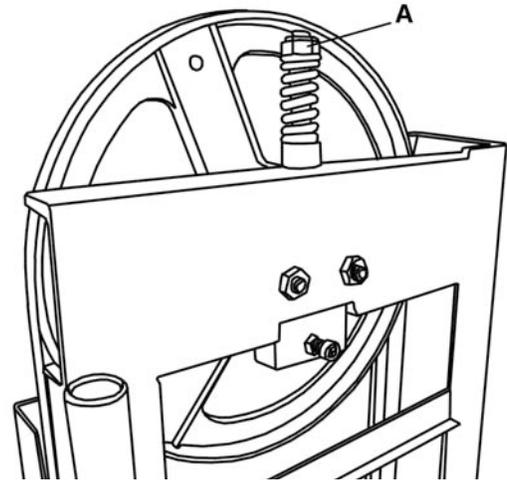
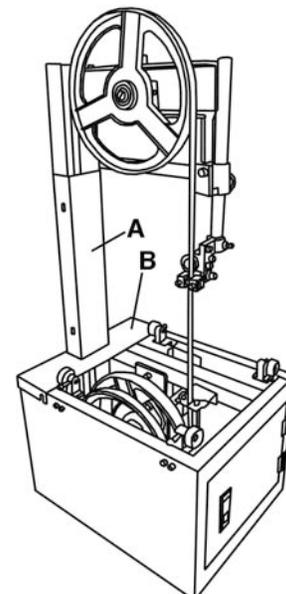

FIGURE 18
FIGURE 20
Pour tensionner la lame, enlevez le couvercle de la lame supérieur et tournez l'écrou de tension (A) Fig.18 dans le sens horaire pour augmenter la tension de la lame ou dans le sens antihoraire pour diminuer la tension de la lame. La tension appropriée est obtenue une fois il y a une déviation de 1/4" dans la lame.
Pour gagner l'accès à la lame et l'enlever, le couvercle de roue supérieur, l'assemblée de la table entière, la courroie en V, le protecteur de lame et les gardes en acier inoxydable (A et B) Fig.20 doivent être enlevés de la scie à ruban. Éloignez les blocs de guide et les plaques de guide de la lame donc il est plus facile d'enlever et/ou installer la lame. Libérez la tension de la lame en tournant l'écrou (A) Fig.18 dans le sens antihoraire.